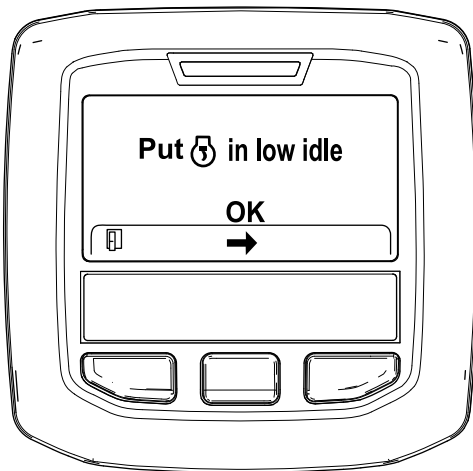

Figura 35
6. Mova o controlo da aceleração para RALENTI BAIXO e prima o botão central (Figura 35).